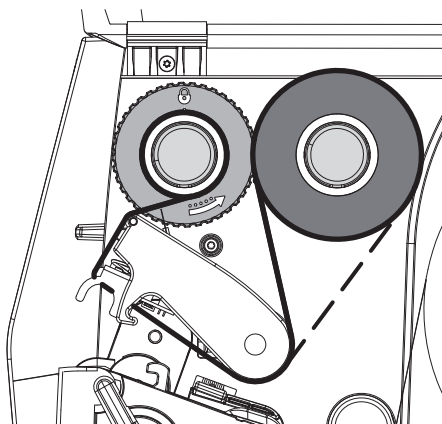

Figura 13 Paso del ribbon
5. Adaptar la posición del posicionador sobre el rebobinador a la anchura del núcleo del ribbon (4) y deslizar el núcleo del ribbon sobre el rebobinador (2).
6. Guiar el ribbon a través del módulo de impresión tal y como se muestra en la Figura 13.
► **Guiar el ribbon sobre el sensor de etiqueta (6).**
7. Fijar el inicio del ribbon centrado en el núcleo del ribbon (4) usando cinta adhesiva. Durante este proceso, tener en cuenta el sentido de giro del rebobinador de ribbon en sentido antihorario.
8. Girar el rebobinador de ribbon (2) en sentido antihorario para alisar el paso del ribbon.